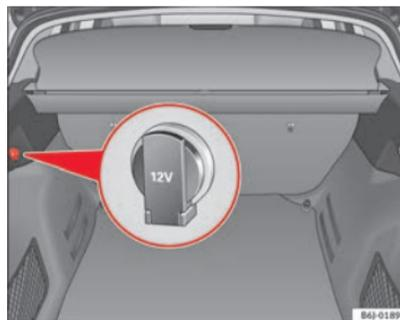

Fig. 87 Detalle del revestimiento lateral del maletero: Toma de corriente de 12 voltios
- Eleve la tapa de la toma de corriente ⇒ fig. 87.